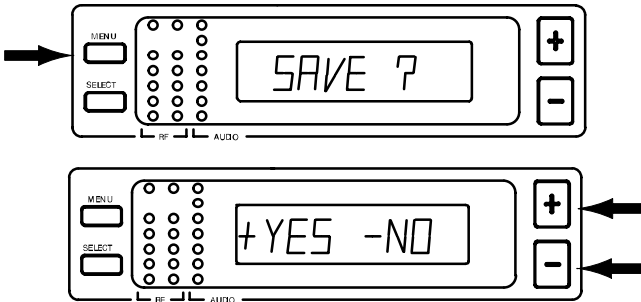

FIGURA 15
- Una vez que se hayan hecho todos los cambios a los valores de Grupo/Canal, oprima el botón de MENU. El mensaje "SAVE?" aparecerá en pantalla, seguido del mensaje + YES – NO". Oprima el botón "+" para guardar el nuevo valor de Grupo/Canal; oprima el botón "-" para recuperar el valor de ajuste anterior. Vea la Figura 15.
5. Oprima el botón de MENU para ingresar la frecuencia seleccionada, como se muestra en la Figura 15. El mensaje "SAVE?" aparecerá en pantalla, seguido del mensaje "+ YES - NO". Oprima el botón "+" para guardar el nuevo valor de frecuencia y regresar a la pantalla de Grupo/Canal/Canal de TV. Oprima el botón "+"